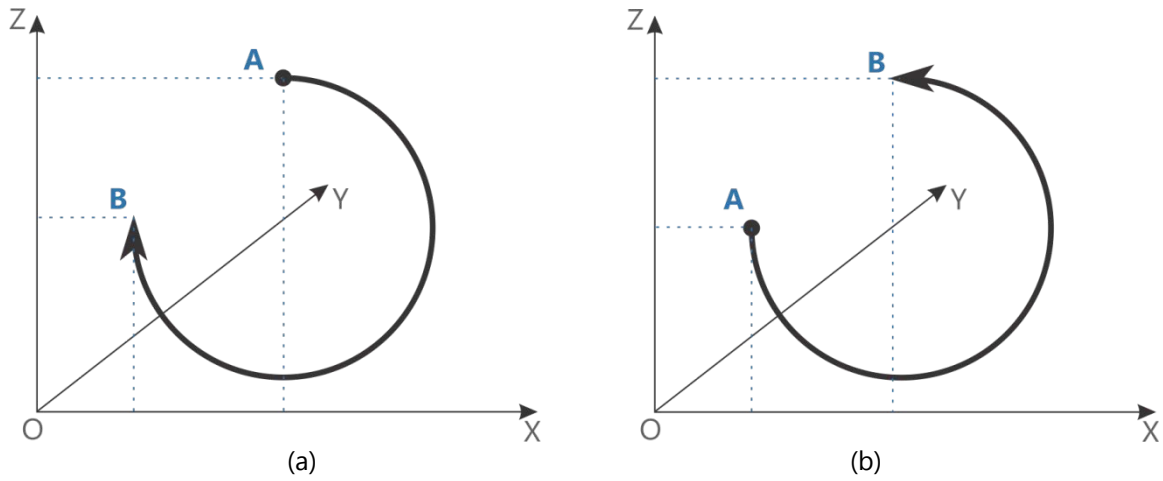

Figura 3.3 Mișcare circulară în planul XZ: (a) în sens orar, (b) în sens antiorar
- mișcare circulară în planul XZ (vezi figura 3.3);